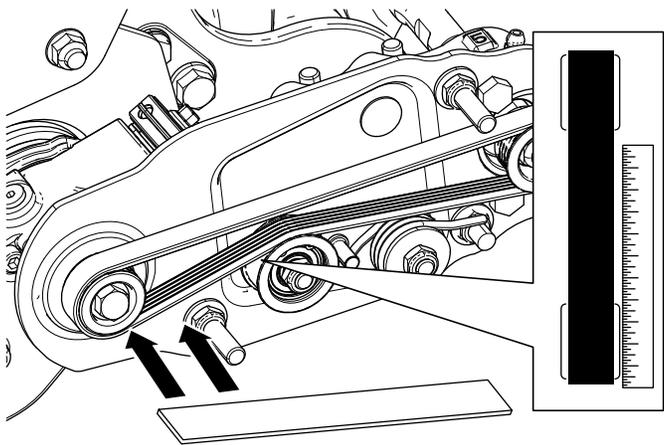

图 15
- 沿着驱动皮带轮的外面放置直尺 图 15。切勿把直尺穿过驱动皮带轮和从动皮带轮。